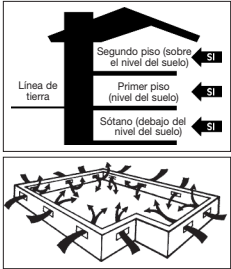

Figura 1
- Los sótanos bajos deben tener un mínimo de 18" (46 cm) desde el suelo a la parte inferior de las vigas. Es necesario cubrir el suelo con una película de polietileno negro de 6–20 mil que actuará como barrera de vapor, con las juntas espaciadas a seis pulgadas y pegadas con cinta adhesiva. El sótano bajo deberá tener una ventilación de perímetro igual al 1,5% de los pies cuadrados del sótano bajo, como mínimo. Estas aberturas de ventilación deberán estar debidamente ubicadas para promover la ventilación cruzada (Figura 1). De ser necesario, las normas locales prevalecerán.